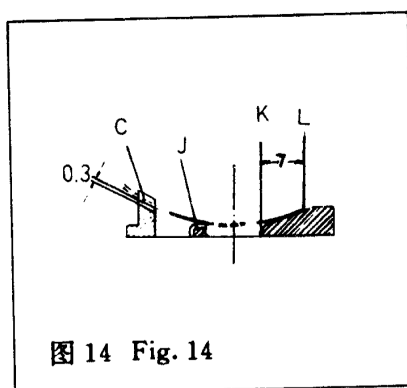

图 14 Fig. 14
(2) 高低位置 机针与针板的高低位置有三处(图 14):
①机针与针板左导针槽"C"底面距离不大于 0.3 毫米;
②机针与机针护板"J"应轻微接触;
③机针与针板右导针槽底面 (K L 弧面)刚好接触。
There are three locations between the needle and the needle plate(Fig. 14):